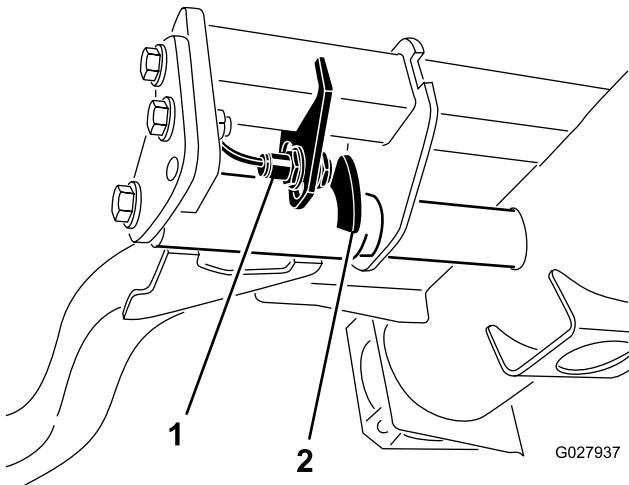

Рисунок 67
2. Переключатель подъемного рычага расположен под гидравлическим баком позади переднего правого подъемного рычага (Рисунок 67).
3. Ослабьте крепежные винты переключателя и переместите переключатель вниз, чтобы увеличить высоту поворота подъемного рычага, или переместите переключатель вверх, чтобы уменьшить высоту поворота подъемного рычага (Рисунок 67).